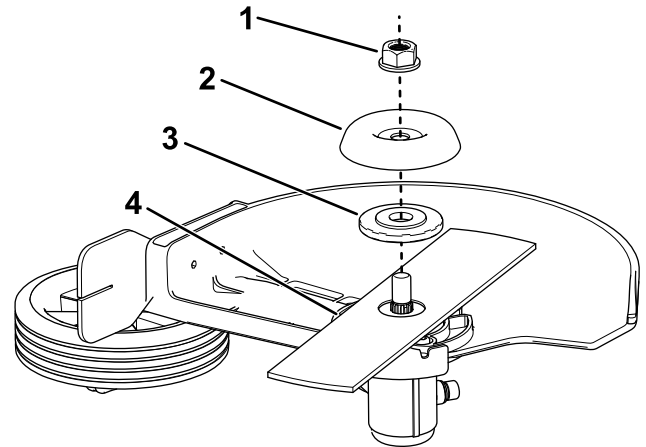

Figura 11
4. Retire la arandela de la cuchilla, la cubierta de la arandela y la cuchilla usada del eje del cortabordes (Figura 11).
5. Instale la cuchilla nueva y sujétela con la arandela de la cuchilla, la cubierta de la arandela y la tuerca de la cuchilla que se retiraron anteriormente (Figura 11).